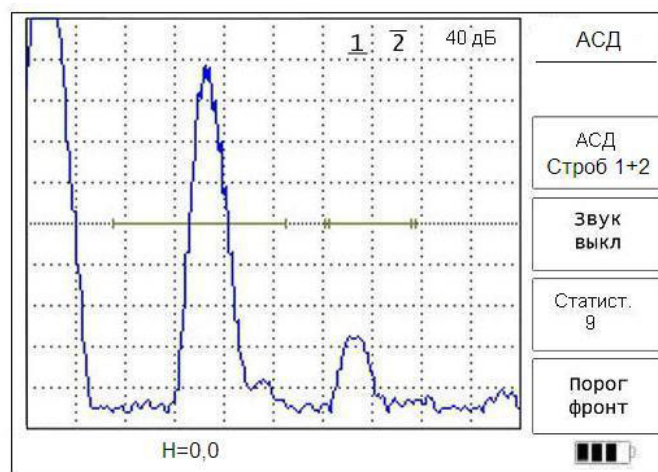

Рис.5.7.
5.4.2. Меню «АСД» содержит следующие параметры (рис.5.7).